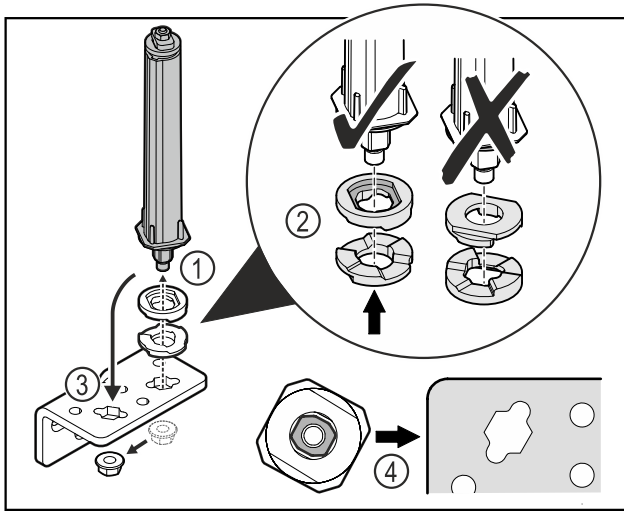

Fig. 41
- ▶ Atlaisvinkite veržlę ir pašalinkite durų uždarymo sistemą Fig. 41 (1).
- ▶ Atkreipkite dėmesį į tai, kad aukščio reguliavimo poveržlės būtų tinkamai išlygiuotos Fig. 41 (2).
- ▶ Perkelkite durų uždarymo sistemą šarnyriniame kampuotyje ir užfiksuokite veržlę Fig. 41 (3).
- ▶ Įstatydami atkreipkite dėmesį į tai, kad durų uždarymo sistema būtų tinkamai išlygiuota Fig. 41 (4).